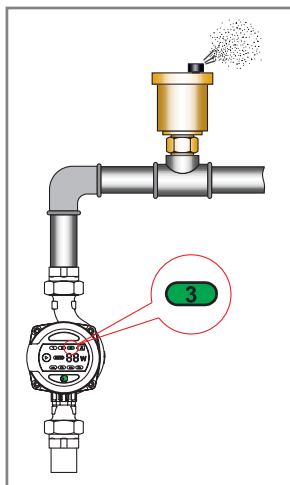

Рис.4 Удаление воздуха из корпуса насоса.
6.3.3. Для быстрого удаления воздуха из насоса, переведите его на короткое время (зависит от типа и размеров системы) в режим работы с постоянной максимальной скоростью (III) (см. рис.4).